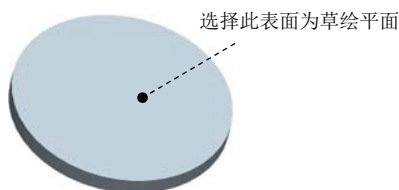

图 8.11.2 选择草绘平面
(1) 在绘图区中右击, 从弹出的快捷菜单中选择 定义内部草绘... 命令, 选取图 8.11.2 所示的表面为草绘平面, 接受系统默认的参考平面和方向。